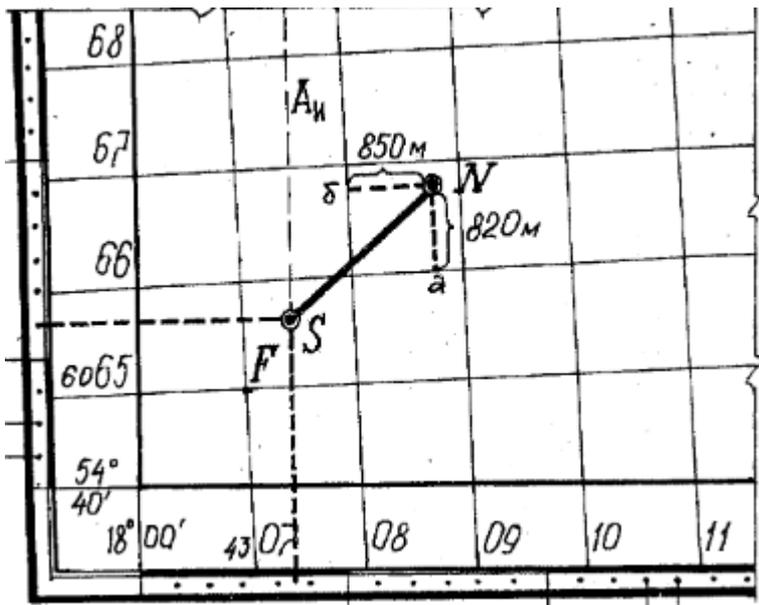

Рис.4.1 Определение прямоугольных координат
**Прямоугольные координаты точек** определяют на основе линий километровой сетки (рис. 4.1). Километровая сетка представляет собой вертикальные и горизонтальные линии, проведенные через один километр параллельно осевому меридиану и экватору соответственно, т.е. параллельно координатным осям данной зоны. На рис.4.1 показан фрагмент карты с пересечением линий координатной сетки. Горизонтальная линия проведена на расстоянии 6065000 м от экватора (абсцисса  $X=6065000$ м). Вертикальная линия проведена на расстоянии 307000м от начала координат зоны (ордината  $Y=307000$ м). Цифра 4 перед координатой  $Y$  показывает номер зоны (четвертая зона). Номер зоны в вычислениях не используется. Чтобы определить координаты точки необходимо:
Из рис. 4.1 видно, что  $\Delta X_{ав}$  и  $\Delta Y_{ав}$  представляющие собой проекции линий АВ на оси координат, называются приращением координат и обозначаются  $\Delta X_{ав}$  и  $\Delta Y_{ав}$